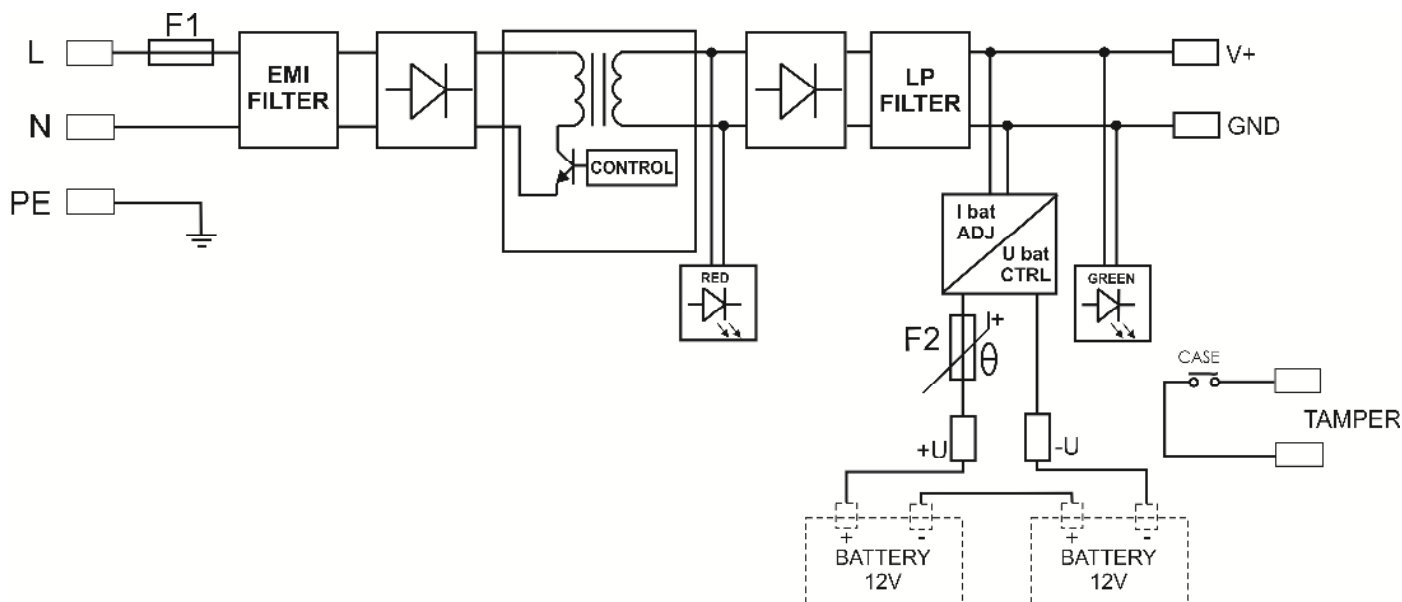

Fig. 1 Diagramma a blocchi dell'alimentatore.
1.2. Diagramma a blocchi (fig.1).